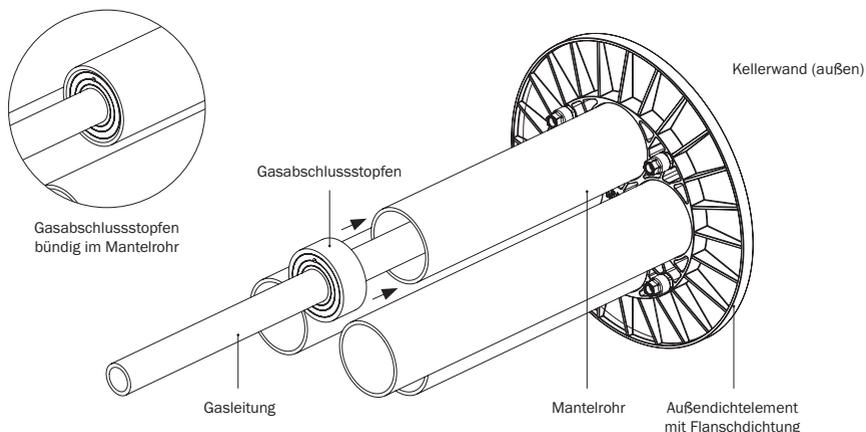

Abbildung 20.1: Einführung der Gasleitung mit Gasabschlusstopfen
- Führen Sie die Gasleitung von außen durch die Öffnung des Gasabschlusstopfens und durch das Mantelrohr bis ins Gebäudeinnere. Schieben Sie den Gasabschlusstopfen bündig bis in die Öffnung des Mantelrohrs (s. Abbildung 20.1).